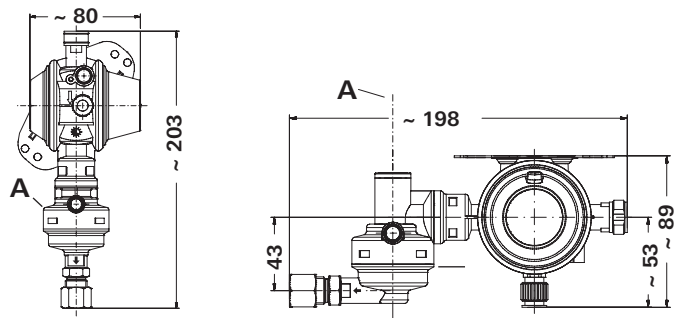

Figure 3 Dimensions en mm. Représentation pas à l'échelle
– Selon sa version, le MonoControl CS doit être monté verticalement contre une paroi robuste ou horizontalement au plafond du caisson à bouteilles de gaz. L'**élément de déclenchement** (figure 3 – A) doit toujours se trouver en **position verticale**.